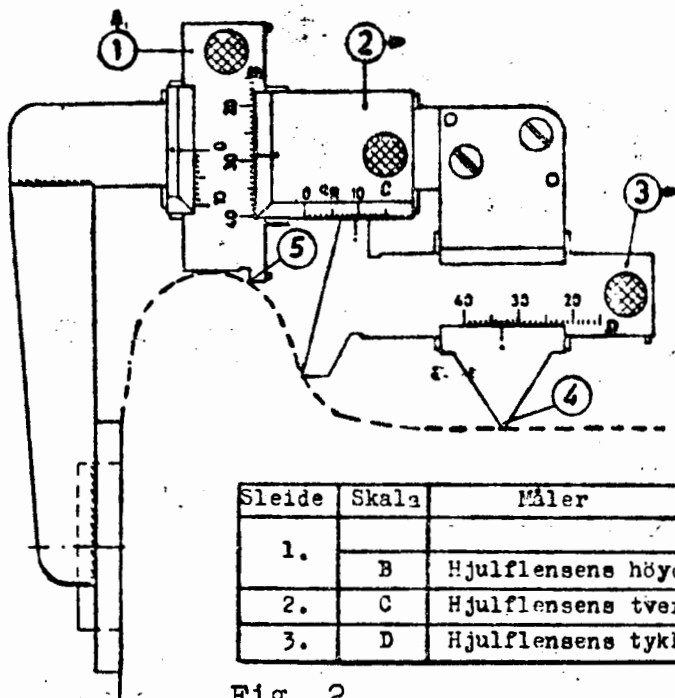

Figur 5
1) Spormål A (se figur 5, side 3).